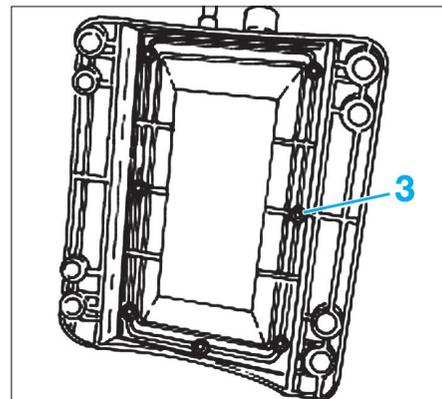

Fig. 8
- Déposer la protection plastique (3) des câbles de commande de levier de vitesses (Fig.8).
- Déposer le support de levier de vitesses (Fig.8).